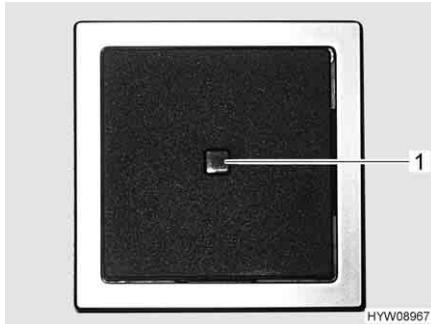

Fig. 88 Interruttore di comando per scaldaacqua
Con l'interruttore di comando (Fig. 88) si inserisce la modalità di funzionamento elettrico. La spia di controllo (Fig. 88,1) nell'interruttore deve accendersi.
- Inserire l'interruttore di comando (Fig. 88). La spia di controllo (Fig. 88,1) nell'interruttore si accende. L'acqua nello scaldaacqua viene riscaldata a 65 °C.
- Spegnere l'interruttore di comando (Fig. 88). La spia di controllo (Fig. 88,1) nell'interruttore si spegne.
- Spegnere l'interruttore di comando (Fig. 88). La spia di controllo (Fig. 88,1) nell'interruttore non si accende.